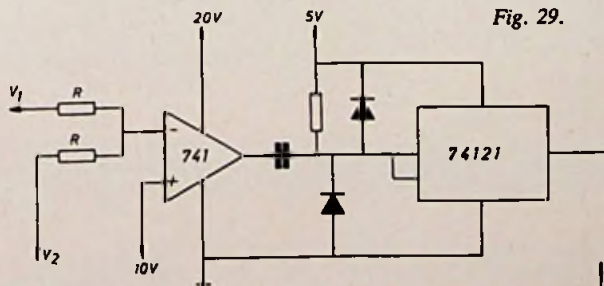
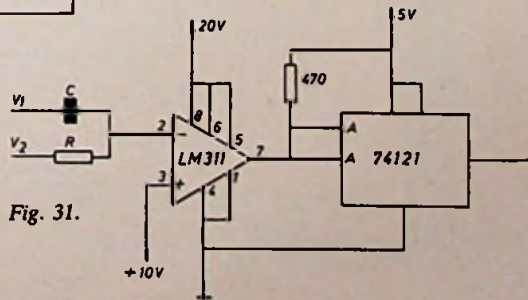
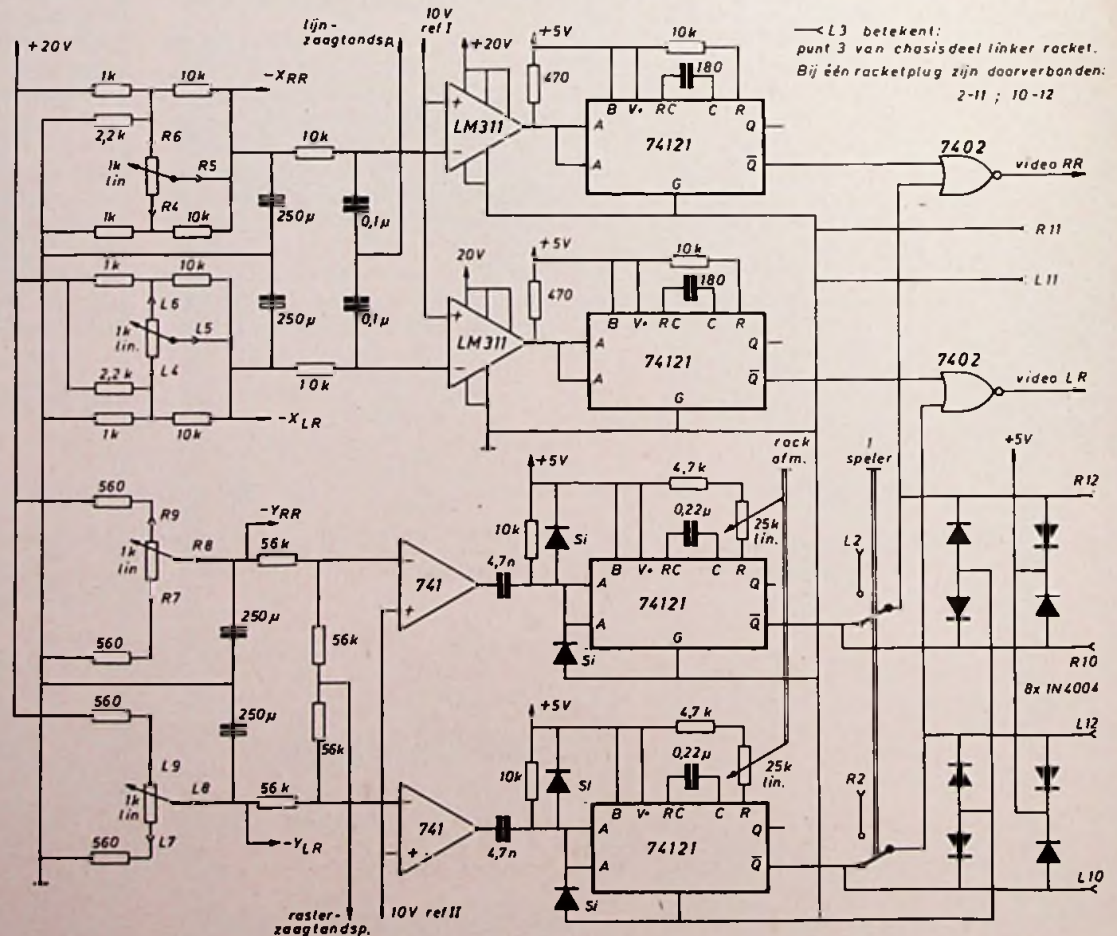

Fig. 29.
Fig. 31.
Fig. 32. Genereren van de bij de rackets behorende video signalen.
Alvorens de schakeling, waarmee de videosignalen voor de rackets worden gegenereerd in zijn geheel te behandelen zal er, ter verduidelijking, eerst op enkele deelschakelingen hiervan worden ingegaan. Hiertoe zullen wij eerst fig. 29 bespreken. Deze schakeling heeft veel gelijkenis met die van fig. 27, die bij de behandeling van het net reeds uitvoerig is besproken. Het verschil tussen beide schakelingen wordt gevormd door de ingangen. Waren dit bij fig. 27 de beide ingangen van de operationele versterker, bij fig. 29 zijn dit de aansluitingen welke zijn aangegeven met V1 en V2. Aan de - ingang op fig. 27 wordt de zaagtandspanning toegevoerd en deze wordt vergeleken met het gelijkspanningsniveau op de + ingang. Indien wij nu aannemen, dat deze comparator wordt gebruikt om een coördinaat y te bepalen dan kunnen wij definiëren (16), (17).
De coördinaat y komt dan overeen met de plaats op het scherm, die wordt bereikt tijdens de neergaande flank van de blokspanning V_4 in fig. 28. Indien wij nu ingangspanningen van de schakeling uit fig. 27 aanbieden aan die van fig. 29 dan kunnen wij met behulp van (46) uitrekenen bij welke coördinaat de uitgangspanning van de operationele versterker van deze schakeling een neergaande flank zal vertonen. Stellen wij dat voor fig. 27 geldt:
dan geldt voor fig. 29:
Voor de neergaande flank van de uitgangsblokspanning geldt dat, bij toenemende V_- , V_+ gelijk wordt aan V_- . Met (48) levert dit voor de schakeling van fig. 29.
gangsblokspanning van de operationele versterker in fig. 29:
De keuze is hierbij gevallen op de LM 311 waarvan in fig. 31 een toepassingsvoorbeeld is gegeven. Het eerste, dat in deze figuur bij vergelijking met de schakeling in fig. 29 opvalt, is de volkomen andere aankoppeling aan de „one-shot”. Dat de-
ze, veel eenvoudiger, schakeling hier kan worden toegepast wordt veroorzaakt door de geheel van de 741 afwijkende configuratie van de eindtrap van de LM 311. Waar de 741 een complete klasse B (push-pull) eindtrap heeft, bezit de LM 311 een „open collector” uitgang. Dat wil zeggen, dat men de uitgang van de LM 311 mag opvatten als zijnde de collector van een transistor, die met zijn emitter verbonden is aan aarde (punt 1 in fig. 31). Hierdoor kan men de uitgang van de LM 311 aan een andere voedingspanning relateren dan de rest van deze geïntegreerde schakeling. Ook de ingangsconfiguratie in fig. 31 is wat anders dan die in fig. 29. Om deze enigszins te verduidelijken gaan wij ervan uit, dat op V1 de zaagtandspanning wordt aangeboden en op V2 de positiebepalende spanning. De waarde van C wordt gekozen, dat de impedantie voor de zaagtandspanning verwaarloosbaar klein is, terwijl er tevens voor wordt gezorgd dat het produkt RC een zodanige kleine waarde heeft dat voor alle in V2 voorkomende frequenties zal gelden:
De spanning op de + ingang behoeft geen verdere toelichting. Vervangen wij bij de berekening van de eigenschappen van de schakeling van fig. 29 vergelijking (48) door (52) dan heeft dit geen invloed op het eindresultaat. Vooral wanneer echter de invloed van de *ingangscapaciteit* van de geïntegreerde schakeling merkbaar zou kunnen worden, zoals bij de horizontale positiebepaling, verdient de ingangsconfiguratie van fig. 31 de voorkeur. Uiteraard kan met de LM 311 ook een equivalent van de schakeling van fig. 27 worden opgezet. De reden dat wij hier zowel comparator schakelingen hebben besproken die een relatie verwezenlijken tussen een positiebepalende spanning en een coördinaat, als schakelingen die dit voor de *negatieve waarde* van deze coördinaat doen, ligt in de dimensionering van de rekencircuits. Hier zijn namelijk componenten te besparen indien wij ook over de spanningen overeenkomende met de negatieve coördinaat kunnen beschikken. Een en ander zal duidelijk worden bij de bespreking van de rekencircuits. De schakeling, waarmee de bij de rackets behorende videosignalen worden gegenereerd, is te vinden op fig. 32. De potentiometers van 1 kΩ, waarmee de diverse posities worden bepaald, bevinden zich paarsgewijs in een van de twee kastjes voor de bedieningsmogelijkheid voor de spelers vormen. Deze kastjes worden elk met een 12-polige plug aangesloten.
In fig. 32 is aangegeven welke aansluitpunten worden gebruikt, waardoor tevens duidelijk is welke potentiometers door de linker resp. rechter speler worden bediend. De lopers van de potentiometers van 1 kΩ zijn via elektrolytische condensatoren van 250 μF met aarde verbonden. De reden hiervan ligt in het feit, dat de maximale racketsnelheid moet worden begrensd. Zou deze namelijk willekeurig hoog kunnen worden dan zou de balsnelheid, die volgens (14) nog enkele malen hoger zou kunnen gaan liggen, ook zeer groot worden. Hierdoor zouden zich moeilijkheden kunnen gaan voordoen zoals die welke reeds besproken werden bij de behandeling van de functie van de botsingslogica. Bij grote snelheden ontstaat immers de kans, dat bal en racket elkaar passeren zonder dat een botsing detecteerbaar is, aangezien op de plaats waar deze botsing had moeten plaatshebben niet altijd de bal en het racket gelijktijdig kunnen worden afgebeeld. Voor de verticale plaatsbepaling worden comparatoren van het type uit fig. 29 gebruikt, terwijl de comparatoren voor de horizontale plaatsbepaling van het type uit fig. 31 zijn. Hierdoor komen, zoals in fig. 32 is aangegeven, de plaatsbepalende spanningen overeen met de negatieve coördinaatwaarden. De bepaling der afmetingen van de rackets gebeurt weer met „one-shots” waarbij de verticale afmeting variabel is gemaakt teneinde ongeofende spelers wat meer kans te geven de bal te
raken. Hoe beter de gelijkloop van de betreffende stereopotentiometer, hoe eerlijker het spel! Ook de mogelijkheid om alleen te spelen is in de schakeling van fig. 32 ingebouwd. Met de dubbelpolige schakelaar kunnen namelijk de verbindingen tussen de voor de verticale afmetingen bepalende „one-shots” en de beide bijbehorende NOR poorten worden onderbroken. Door nu in één van de pluggen die met de kastjes met de potentiometers zijn verbonden doorverbindingen te maken tussen de punten 2 en 11 en tussen de punten 10 en 12 worden, zodra deze plug in één van de beide chassisdelen wordt gestoken, de betreffende punten daarvan ook doorverbonden. Hierdoor wordt bij de NOR poort die bij de andere speelhelpt (en dus het andere chassisdeel) hoort de ingang waarop ingeval van 2 spelers de verticale afmeting van het racket wordt aangeboden, aan de min van de voeding (= „0”) aangesloten. Hierdoor zal dit racket zich over de gehele hoogte van het beeld uitstrekken. Tevens wordt de ingang van de NOR poort die bij het chassisdeel behoort waarin de plug met de doorverbindingen is gestoken, verbonden met de uitgang van de „one-shot” die in de situatie „2 spelers” ook met deze ingang is verbonden. Indien het andere kastje niet wordt aangesloten, zal het
aangezien het racket reeds van het *speelveld* is verdwenen voordat de bovenrand ervan van het *beeldscherm* verdwijnt. Overigens doet zich vooral bij de grotere racketafmetingen nog iets merkwaardigs voor. Reeds voordat de bovenzijde van het racket de onderste randafbakening bereikt kan de onderzijde van het racket uit ... de *bovenste* randafbakening steken. Dit kan als de puls, die maatgevend is voor de verticale afmeting van het racket, zo laat tijdens een bepaald beeld wordt gestart, dat deze nog tijdens het volgende beeld voortduurt. Met behulp van een schakeling waarin de synchronisatiepulsen worden betrokken is dit schoonheidsfoutje te ondervangen. Wij zullen hier echter niet verder op ingaan. De dioden 1N4004 zijn geschakeld als z.g. „clamping-dioden” en dienen ter bescherming van de beide NOR poorten en de „one-shots” voor de verticale afmetingen. De onderdelenopstelling van de comparatorschakelingen is te zien op afb. 6, waarop tevens het „analoge” deel van de lijn- en rasterspanningsgenerator (vgl. afb. 5) zichtbaar is. Ook de comparatoren voor net en bal en de schakeling voor de randafbakening zijn op dezelfde „gaatjesprint” ondergebracht, die overigens in het blokschema van fig. 3 werd aangeduid met: „analog-digitaal omzetting der posities”. De indicering bij de coördinaten in fig. 32 geeft aan welke coördinaten er worden bedoeld. Zo betekent $-X_{RR}$ geheel uitgeschreven: